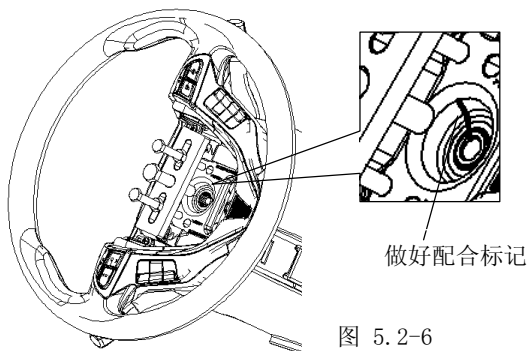

图 5.2-6
(3) 在转向盘总成和转向管柱及万向节总成上做好配合标记。
(4) 使用专用工具, 拆下转向盘总成, 如图5.2-6所示。